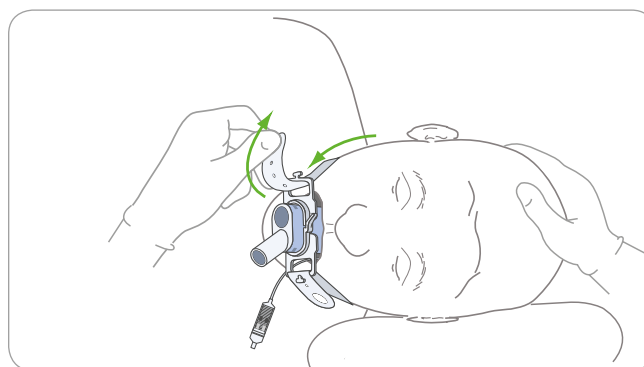

Figura 14. Portare la parte non fissata della fascetta dietro e intorno alla testa del paziente e fissarla sull'impugnatura destra del supporto
- In posizione laterale sinistra, fissare un'estremità della fascetta sul lato sinistro dell'impugnatura avvolgendo l'estremità della fascetta sull'aletta del supporto e fissandola al gancio esterno. Portare la parte non fissata della fascetta dietro e intorno alla testa del paziente. Tirare la fascetta attraverso il supporto destro, applicare tensione sufficiente per tenerla in posizione e poi fissarla sull'impugnatura destra del supporto, come illustrato nella **Figura 14**.